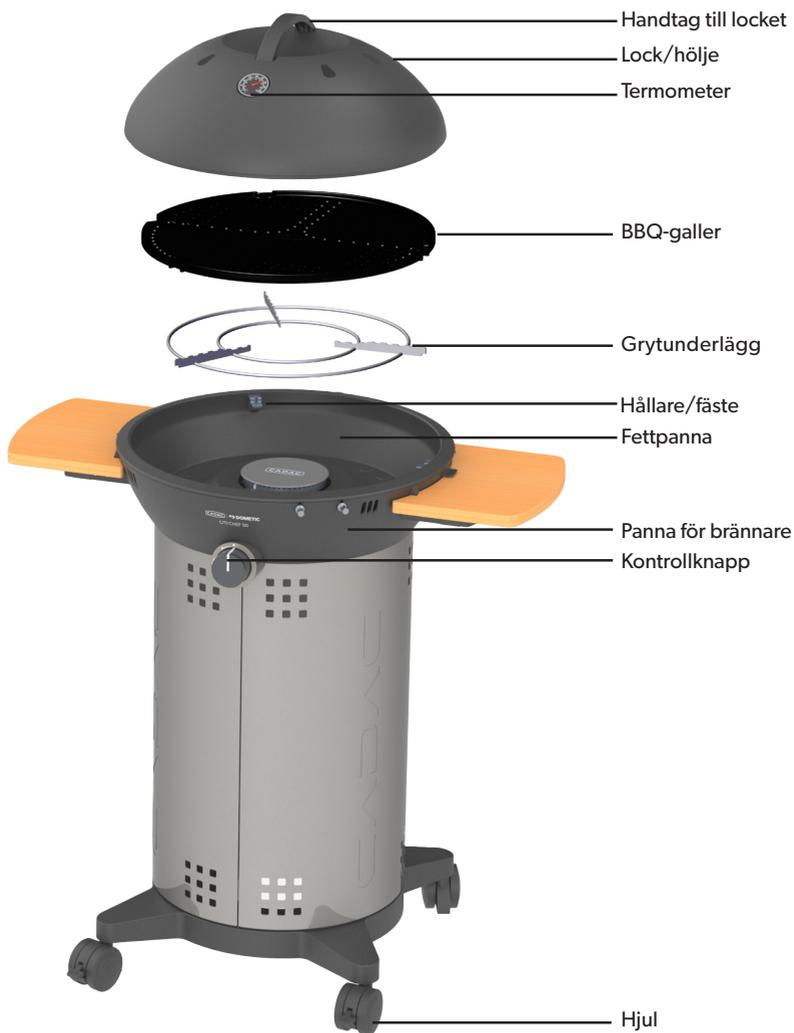

Fig. 6
- För att kontrollera lågans synlighet finns det en visuell springa på grillgallret. Flamsynlighet kan också ses genom galleröppningarna. (Fig 6)